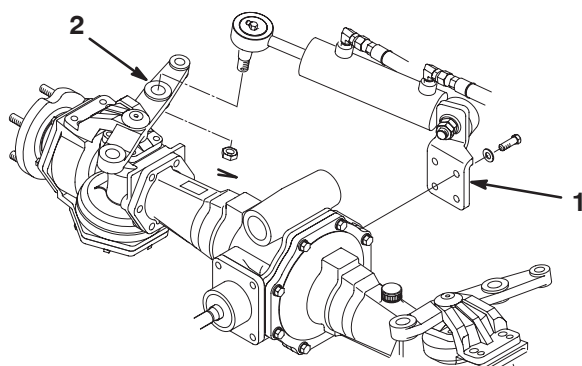

Bild 2
2. Befestigen Sie die Zylinderstützhalterung mit 4 Schrauben (M10 x 30) und Scheiben hinten an der Achse (Bild 2). Tragen Sie Loctite 242 oder ein Äquivalent auf und ziehen Sie die Schrauben auf 65–81 Nm an.
4. Befestigen Sie das Kugelgelenk mit der Mutter (Bild 2) am Lenkarm und ziehen Sie es mit 94–122 Nm an. Setzen Sie den Splint ein.